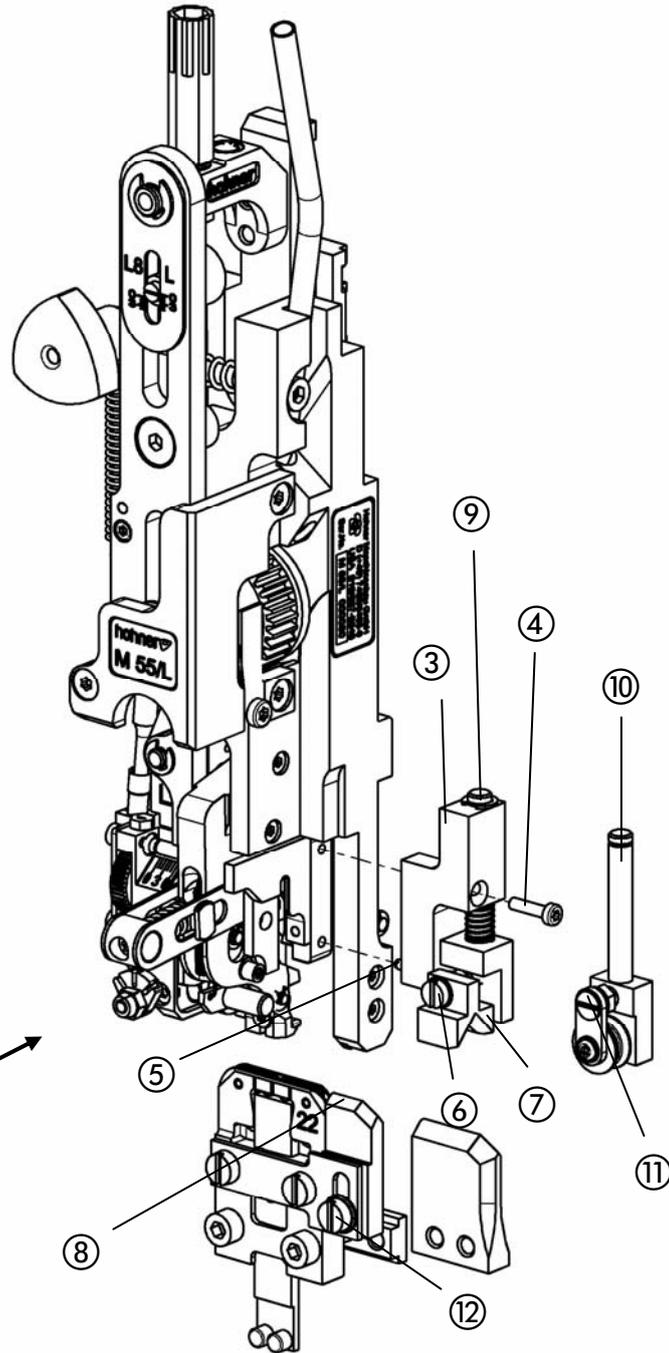

Abb. 17
- Abb. 17 -
- Zum Montieren des Niederhalters ⑦, Führungsbolzen ⑤ in die Bohrung am Umbieger einführen und Befestigungsschraube ④ festziehen.
- Das Führungsprisma der Rolle durch drehen der Schraube ⑪ zur Ringösenkammer einstellen. (Höhe des Prismas ⑧ siehe oben).